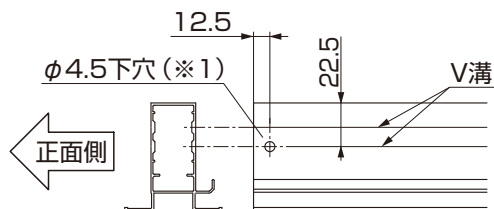

図6-30
- ①天井梁中間用の両端部の背面側にφ4.5の下穴をあけてください。(図6-30参照)